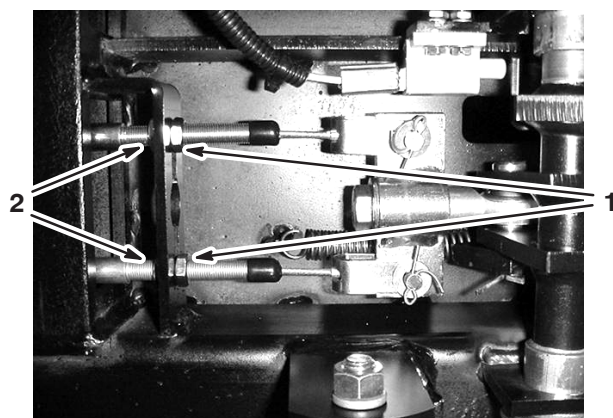

Bild 47
5. Lockern Sie die vorderen Muttern an den Bremskabeln vorne unter dem Sprühgerät (Bild 47).
6. Ziehen Sie die hinteren Muttern gleichmäßig an, bis das Bremspedal ein Spiel von 1 bis 2 cm hat, bevor Sie einen Widerstand spüren (Bild 47).